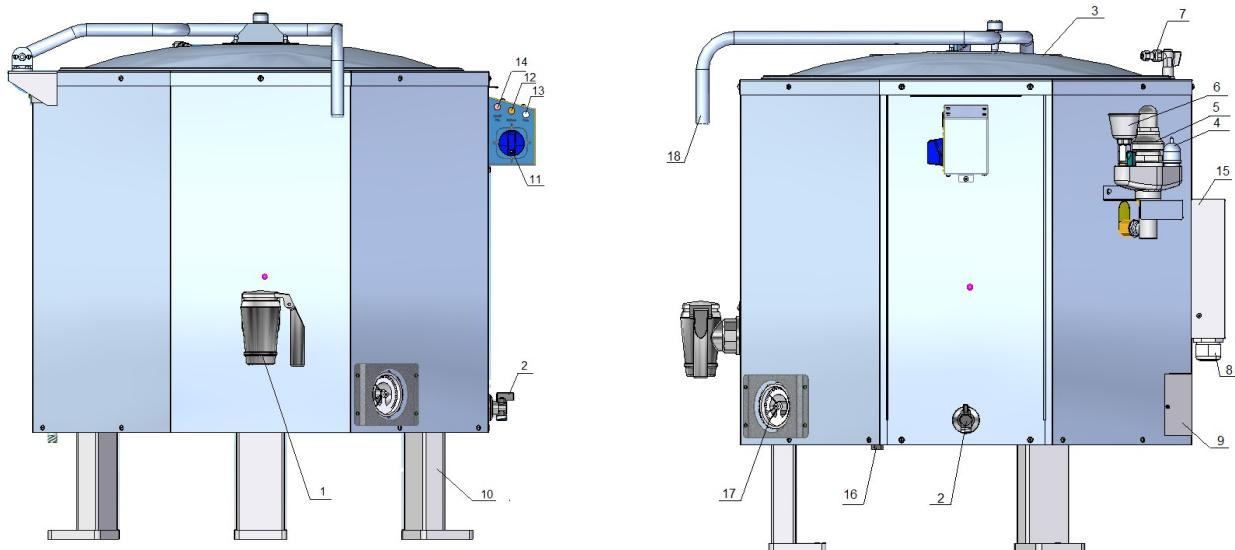

Рис.1 Конструкция котла
Устройство котла приведено на рис. 1.
На передней панели котла установлены кран слива (рис. 1 поз.1) и кран уровня (рис. 1 поз.2). Кран уровня соединен с пароводяной рубашкой и служит для контроля верхнего уровня воды, заливаемой в рубашку.
Крышка варочного котла (рис. 1 поз.3) при помощи пружинного механизма фиксируется при открытии на любой угол.
Вода в котел заливается из крана (рис. 1 поз. 7). Подключение крана к водопроводной трассе (рис. 1 поз.16) осуществляется через G1/2 (наружная резьба).
- сигнальные лампы: рис. 1 поз. 13 сеть (белый светофильтр);
- рис. 1 поз. 12 режим работы (оранжевый светофильтр);
- рис. 1 поз. 14 «сухой ход» (красный светофильтр),
- рис. 1 поз. 11 переключатель мощности;
- заливная воронка с краном рис. 1 поз. 6. Заливная воронка с краном служат для залива воды в паровую рубашку.
- предохранительный клапан высокого давления рис. 1 поз. 5. Предназначен для предотвращения чрезмерного повышения давления, который срабатывает при достижении давления в рубашке (50÷65) кПа (0,50÷0,65 кгс/см²).
- вакуумный предохранительный клапан (рис. 1 поз. 4) предназначен для предотвращения создания чрезмерного разрежения, который срабатывает при создании разрежения в пароводяной рубашке более 0,01 кгс/см².
Защита ТЭН-ов от «Сухого хода» осуществляется следующим образом: при понижении уровня теплоносителя ниже датчика В1 возрастает сопротивление между контактами 11-12 блока БУПК (см. рис. 5). По сигналу, полученному от датчика, блок управления формирует сигнал на отключение цепи питания пускателей КМ1...КМ3 и формирует сигнал на индикацию «Сухой ход», загорается красная сигнальная лампа (рис. 1 поз. 14) «Сухой ход».
Регулирование величины мощности нагрева котла производится установкой ручки переключателя (рис. 1 поз 11) в положение «1», «2», «3», что соответствует слабому, среднему и сильному нагреву. Отключение нагрева производится установкой ручки переключателей в положение «0».
Электроконтактный манометр (рис. 1 поз. 17) расположен на передней панели и настроен на верхнее рабочее давление 0,60 кгс/см² и 0,45 кгс/см² - нижнее рабочее давление. При достижении внутри рубашки котла верхнего значения давления электроконтактный манометр выдает сигнал на блок БУПК. В свою очередь блок БУПК формирует сигнал на отключение всех электронагревателей. Электронагреватель находится в отключенном состоянии, пока давление внутри рубашки не достигнет нижнего значения давления на электроконтактном манометре.
- подключить котел к системе водоснабжения через шланг подвода воды G1/2 (рис. 1 поз. 16);
- необходимо отвернуть крепежные болты блока управления (рис 1 поз. 15), пропустить провода через кабельный ввод (рис. 1 поз. 8) и подключить провода согласно маркировке на клеммной колодке. Монтаж и подключение котла производить так, чтобы отсутствовал доступ к токопроводящим частям без применения инструментов;